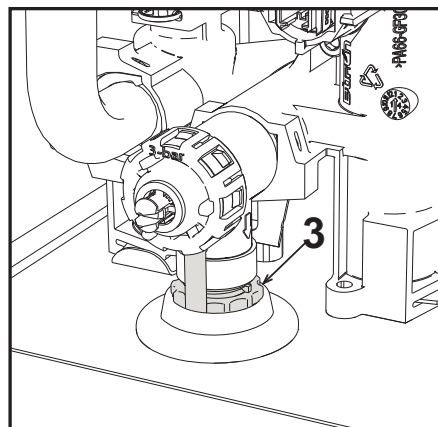

fig. 16
Draai de ringmoer (ref. 3 - fig. 16) linksom om de kraan te openen en de installatie af te tappen. Gebruik geen gereedschappen en werk alleen met uw handen.